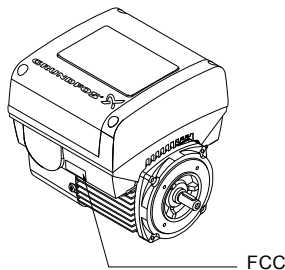

Рис. 64 Маркировка FCC
- Если модуль SIM поставляется с маркировкой FCC, закрепите её на клеммной коробке. См. рис. 64.